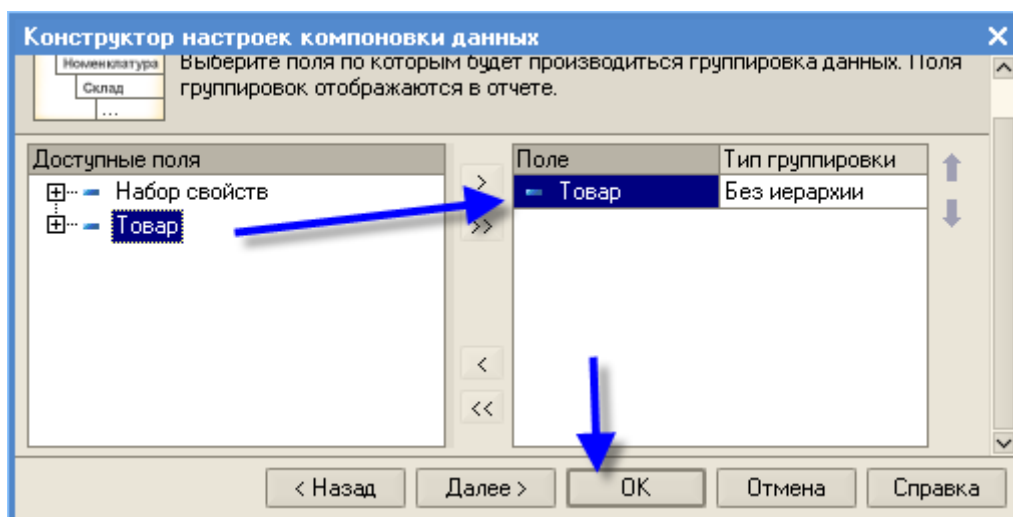

Рис. 151
- на следующем шаге (рис. 151) укажите поле, по которому будет выполняться группировка – *Товар*, нажмите ОК;